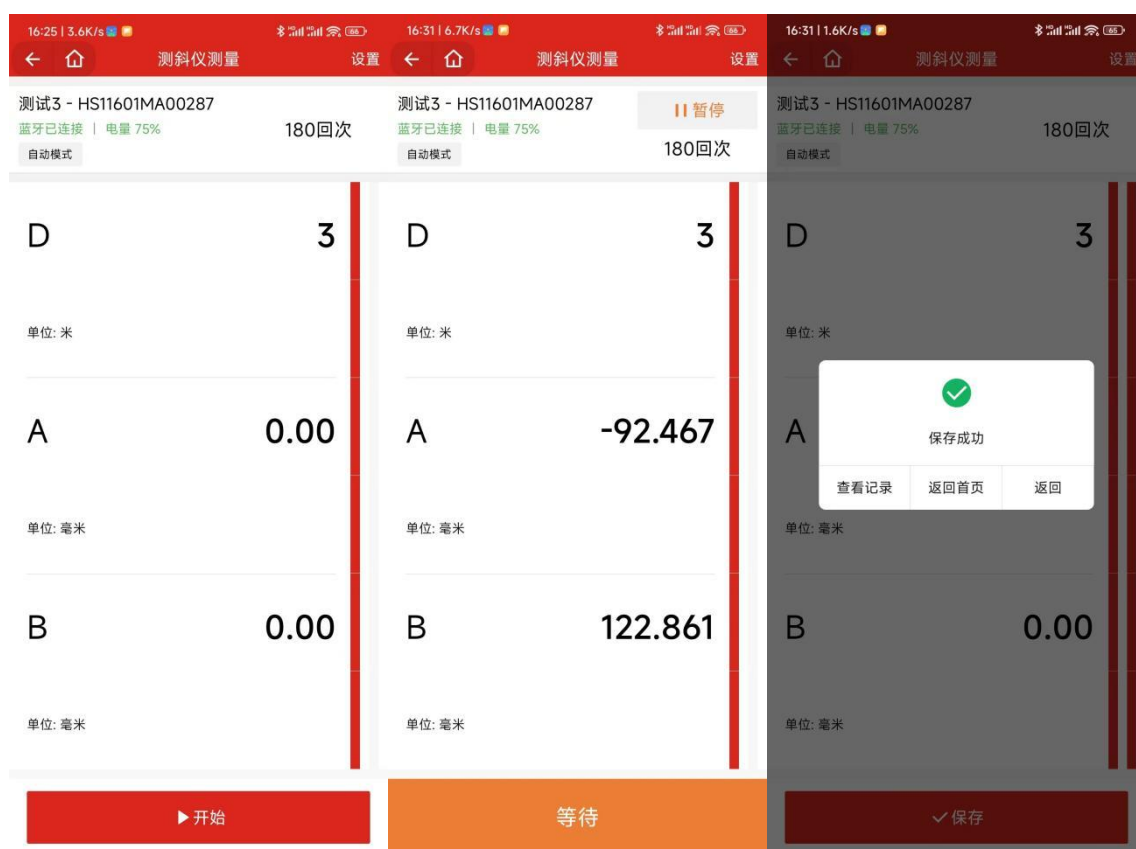

图 28
i. 当 0 回次完成后, 软件会自动显示“开始 180 回次”界面。将探头方向调转 180 度, A+方向朝向测斜管 A180 度方向入管至管底。待探头稳定后点击“开始”180 回次, 即开始测量。此时 AB 读数出现, 探头固定后, 软件会自动记录数据进行采集, 重复上啦采集直到孔口部位即完成整体测量, 此时显示保存成功。如图 28 所示。